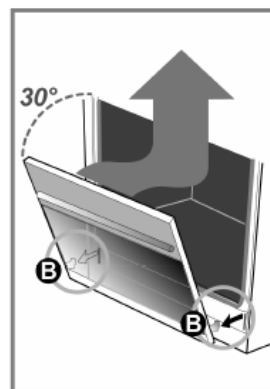

Figure 2
2. Refermez lentement la porte, en la saisissant à deux mains sur les côtés, jusqu'à ce que vous sentiez une résistance (la porte forme un angle de 30°). (Figure 2).
3. Prolongez le mouvement de la porte vers la fermeture tout en la soulevant jusqu'à ce que les charnières sortent de leur emplacement (B – Figure 2).